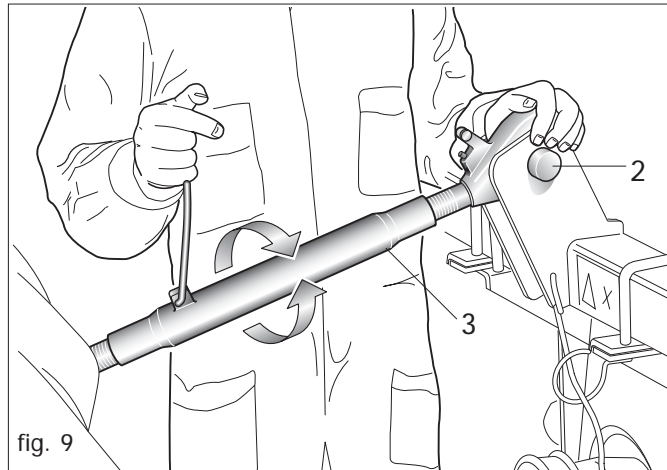
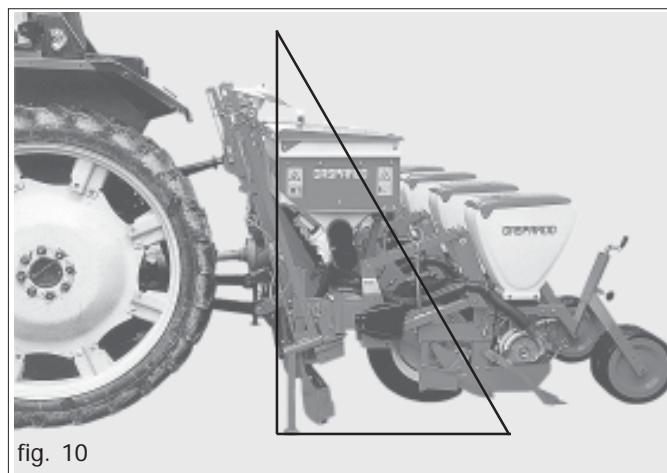

fig. 9
fig. 10
- 4) Relier le troisième point supérieur (2 Fig. 9); bloquer la cheville par la goupille «ad hoc». Positionner le semoir perpendiculairement au sol (Fig. 10) par l'entretoise de réglage (3 Fig. 9).